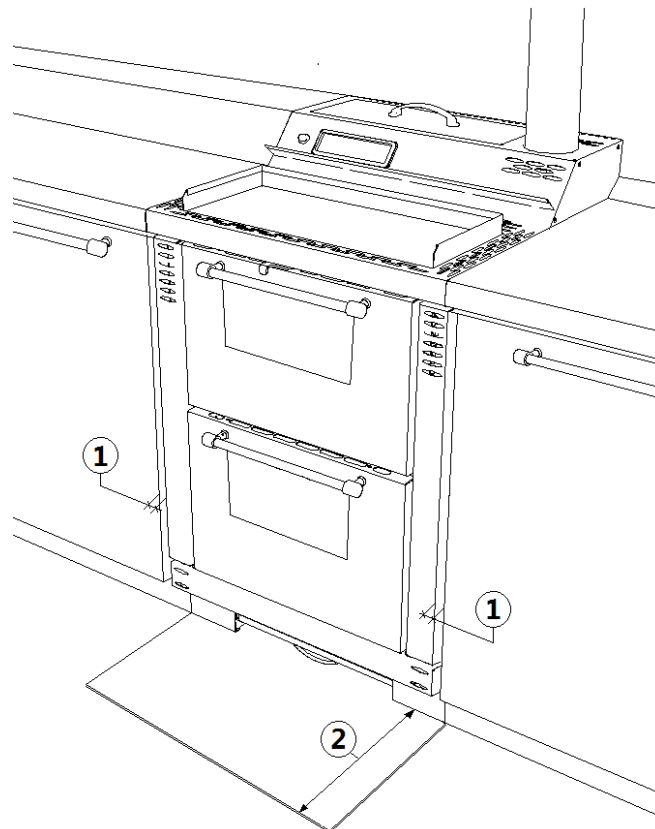

Fig. 14 - Cuisine encastrée
- Il est possible d'insérer la cuisinière entre les meubles en gardant les côtés détachées de 10 mm (voir Fig. 14 à page 49):